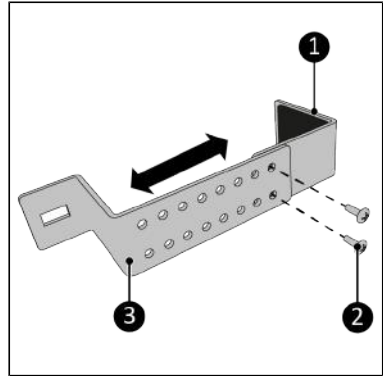

Figure 198.
2. Vissez la partie supérieure (Figure 198, pos. 1) et la partie inférieure (Figure 198, pos. 2) ensemble, bien écartées l'une de l'autre, au moyen des deux vis M5 x 7 mm (Figure 198, pos. 3). Ajustez la distance si nécessaire.